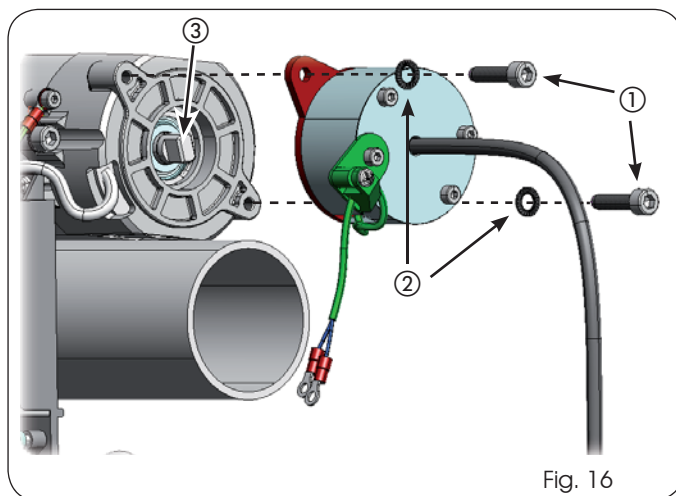

Fig. 16
3. Assembler l'électrofrein illustré dans la Fig. 16 sur la calotte du moteur électrique avec les vis réf. ① et les rondelles réf. ② en faisant coïncider l'arbre du moteur réf. ③ avec le bloc de l'électrofrein;